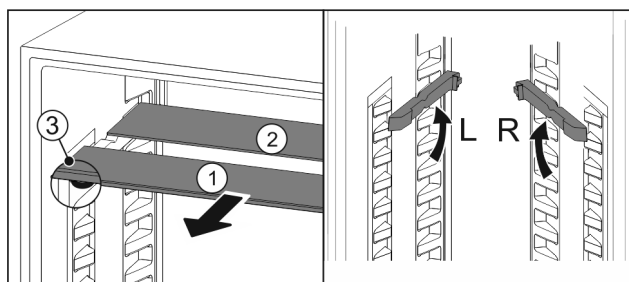

Fig. 67
- ▶ Extrageți Fig. 67 (1) pe rând plăcile de sticlă spre înainte.
- ▷ Placa de sticlă Fig. 67 (1) cu șipca decorativă se află în față.
- ▷ Opritoarele Fig. 67 (3) indică în jos.